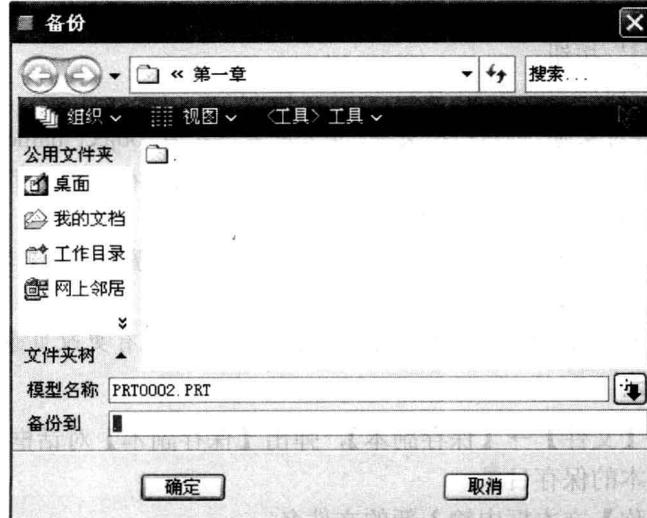

图 1-5 【备份】对话框
- (1) 点击菜单【文件】→【备份】，弹出【备份】对话框，如图 1-5 所示。
- (2) 在【备份】对话框中设置备份目录。
- (3) 点击【备份】对话框中的“**确定**”按钮，关闭对话框。